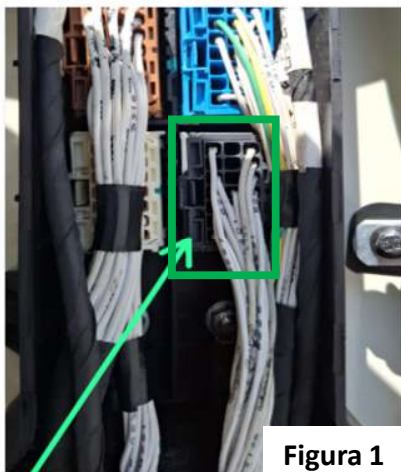

Figura 1
PASO 4: Desconecte la energía eléctrica en el vehículo. Ubique en el panel frontal de la cabina el conector del arnés de chasis color gris (Figura 1) y desconéctelo. Verifique que el conector gris hacia el interior de cabina, tenga los pines (Figura 2).